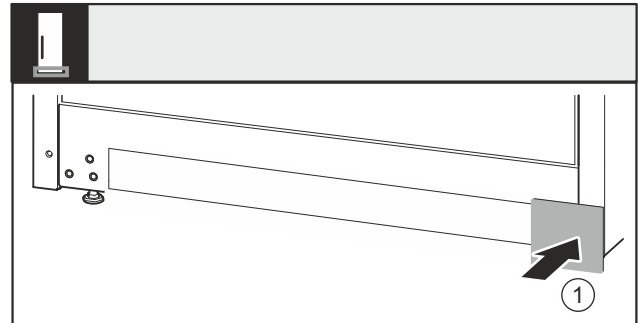

Fig. 38
- ▶ Снова установите крышку Fig. 38 (1) с другой стороны.